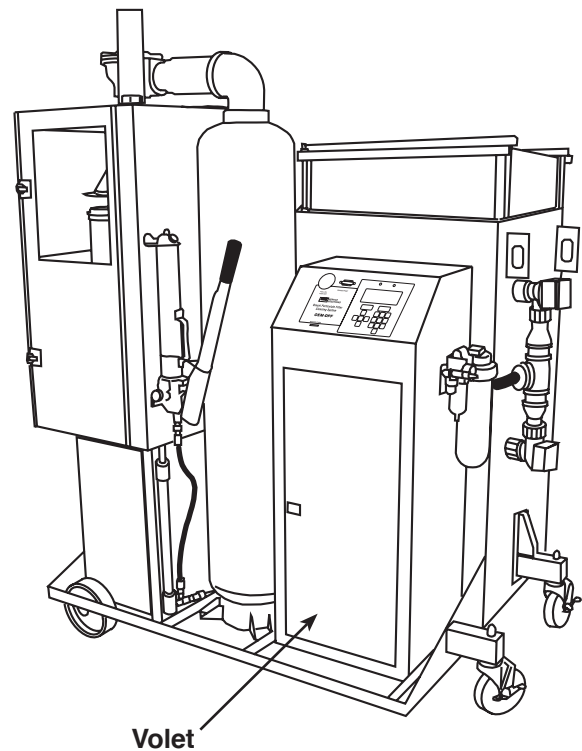

Figure 10
2. Ouvrez le volet de la chambre de l'aspirateur situé à l'avant de l'appareil de nettoyage du DPF. Voir la figure 10.